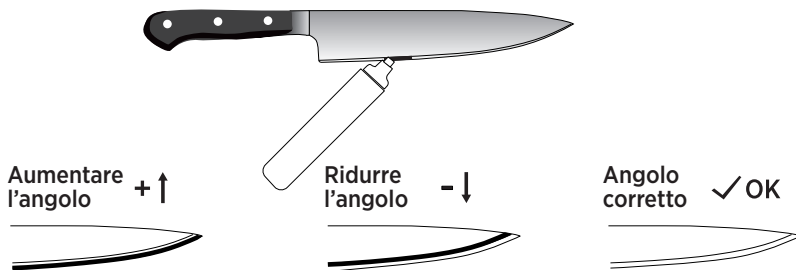

Fig. 11
Applicare un pennarello sul filo della lama. Regolare la barra di supporto verso l'alto o verso il basso secondo necessità e affilare delicatamente il filo. Quando il segno del pennarello è stato completamente rimosso, lasciando un filo pulito (Vedi Fig. 11), il valore dell'angolo indicato sulla scala (A o B) rappresenta l'angolo corretto di affilatura.
3. Ruotare la manopola di bloccaggio dell'angolo per spostare la barra di supporto verso l'alto o verso il basso secondo necessità e affilare delicatamente il filo della lama. Quando il segno del pennarello è stato completamente rimosso, si ottiene un filo pulito. (Vedi Fig. 11)